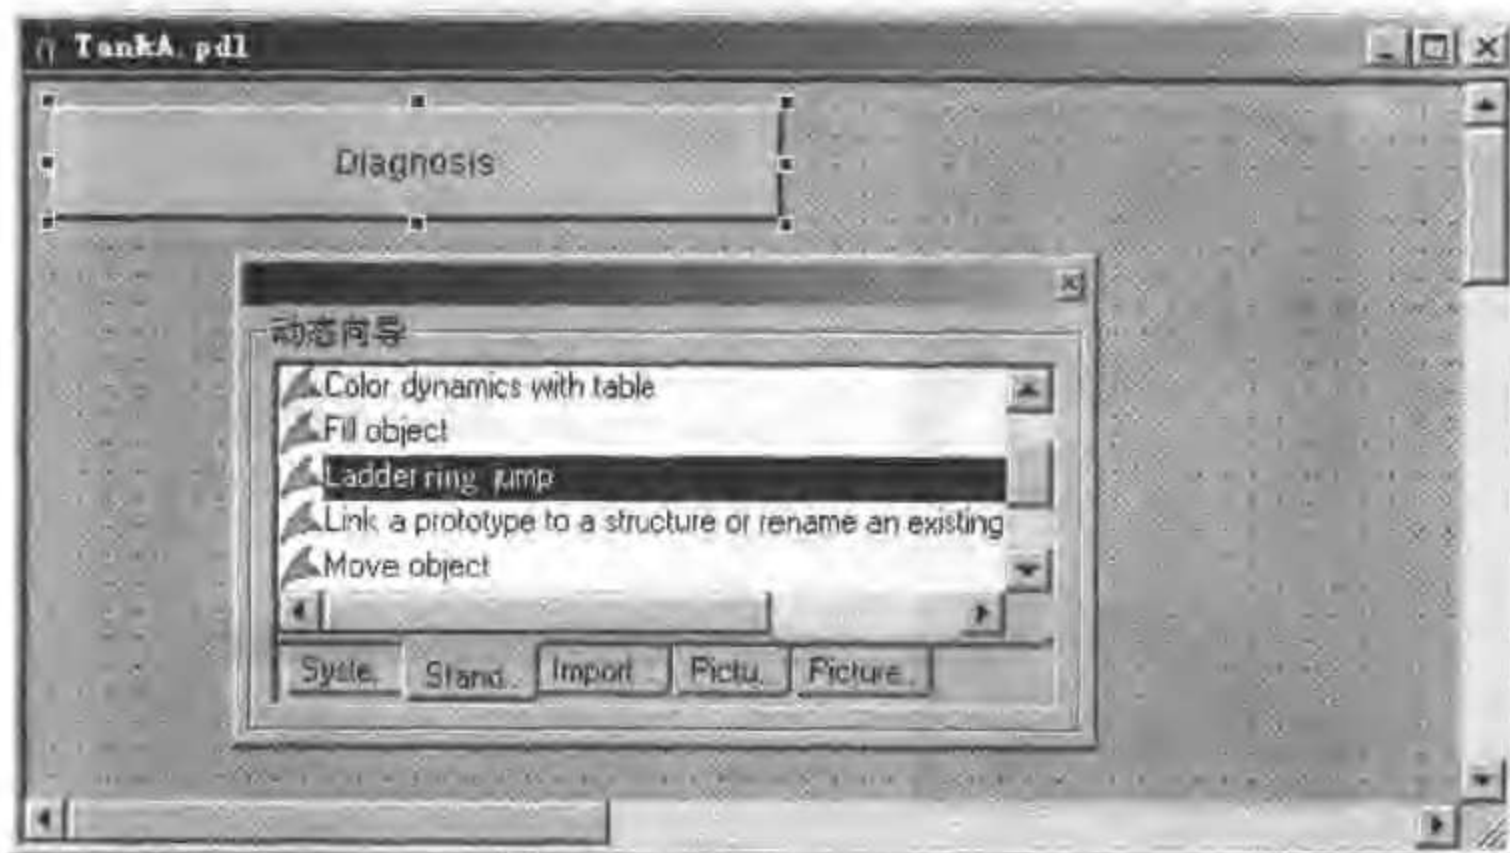

图 13-20 选择网络条目跳转对话框
- 通过双击打开“标准动态”标签上的“网络条目跳转”(Ladder ring jump)向导,如图 13-20所示。